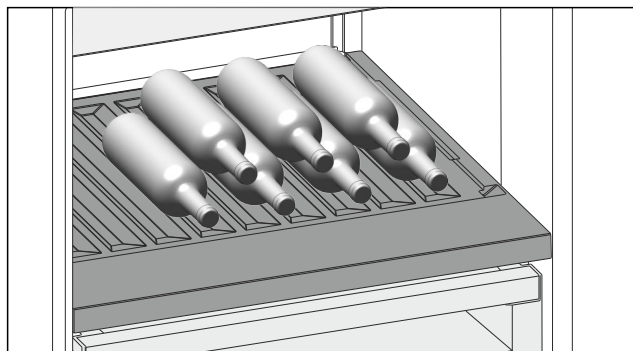

Fig. 109
- ▶ 将瓶底向后对着后壁放入瓶子。(参见 Fig. 109)